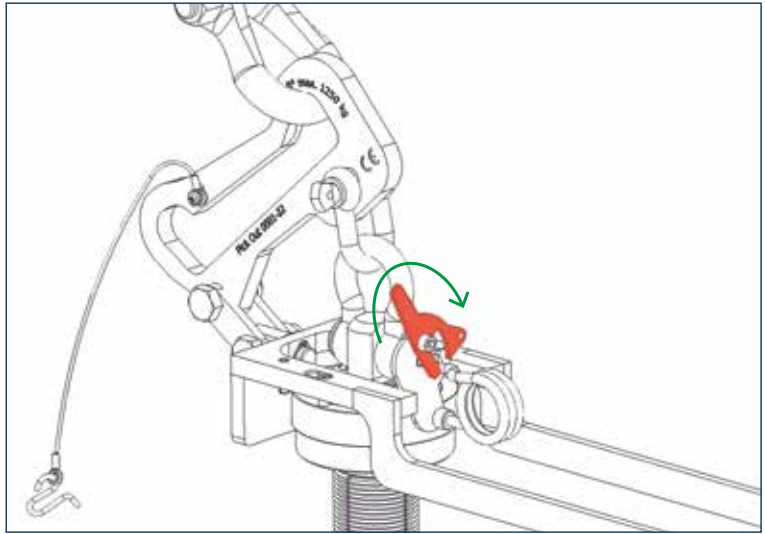
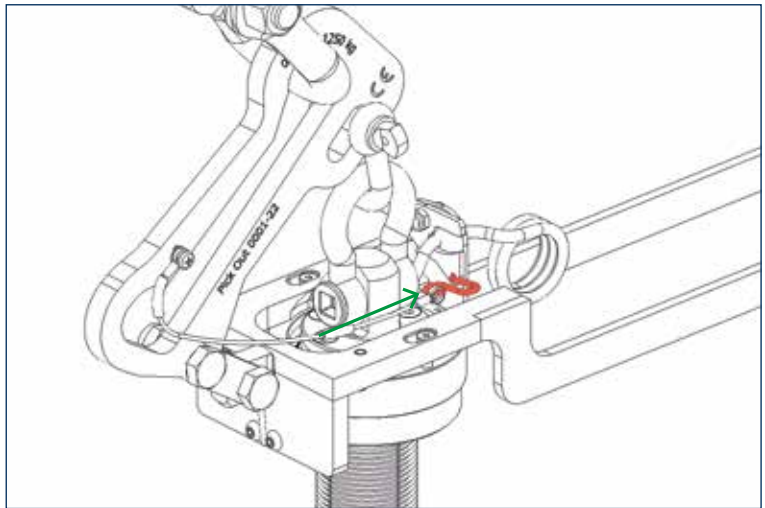

Abb. 3
Abb. 4
- e) Vor jedem Hebevorgang muss die Federsperre aktiviert werden. Den Hebel lt. Abb. 3 in die vorgeschriebene Richtung betätigen und den Sperrsplint einführen. Dabei ist darauf zu achten, dass sich der große Schäkel im Bereich der Hebeposition befindet.
Vor jedem Hebevorgang muss die Federsperre aktiviert werden. Den Hebel lt. Abb. 3 in die vorgeschriebene Richtung betätigen und den Sperrsplint lt. Abb. 4 einführen. Dabei ist darauf zu achten, dass sich der große Schäkel im Bereich der Hebe-Position befindet.